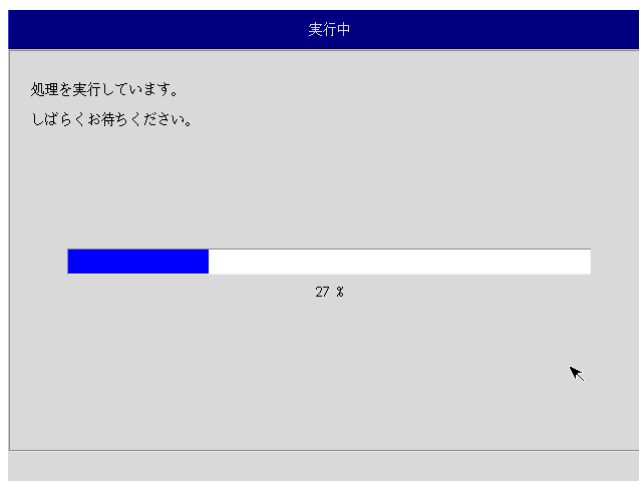

図 6-3-5. 実行中画面
- ⑩ 実行中画面（図 6-3-5）が表示され、処理が開始されます。実行中はDVDドライブ、保存メディアを外さないでください。また、電源を落とさないようにしてください。